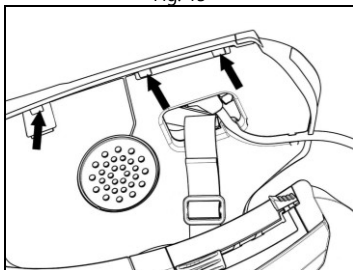

Fig. 15
- Herpositioneer de plastic bekleding van het zijstuk achter de twee bevestigingen (Fig. 15).